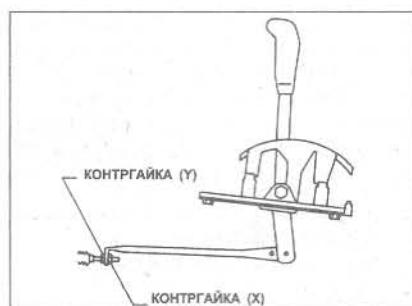

Рис. 7.10 Регулировка механизма отборщика передач (Главы 7 и 8)
- 7 Подтяните заднюю контргайку регулятора тросика ("Х", Рис. 7.10), чтобы устранить провисание.
- 8 Зажмите переднюю контргайку регулятора тросика ("У", Рис. 7.10).
- 5 Открутите контргайку заднего регулятора тросика ("X", Рис. 7.10), снимите тросик с автомобиля.
- 11 Завинтите переднюю контргайку регулятора тросика ("Y", Рис. 7.10) настолько, насколько возможно, пропустите конец тросика через шток переключения передач, установите заднюю контргайку регулятора ("X", Рис. 7.10).